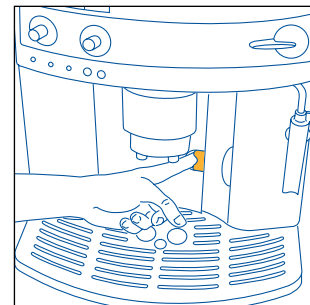
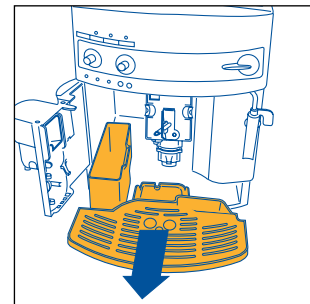

Fig. 15
Fig. 16
OPMERKING 7: het apparaat telt de hoeveelheid gezette kopjes koffie. Na elke 14 gewone kopjes (of 7 dubbele), brandt het controlelampje  continu hoofdstuk (12 – punt 3) om aan te geven dat het bakje voor koffiedik vol is. Maak het bakje leeg en reinig het. Zolang het bakje voor koffiedik niet wordt gereinigd, blijft het controlelampje branden en kan geen koffie worden gezet. Voor de reiniging, open het dienststukje vooraan door aan het handvat te trekken (fig. 15); het controlelampje  knippert (zie par. 12 punt 9); verwijder nu het druijbakje (fig. 16), leeg en reinig het. Maak het bakje voor koffiedik leeg en reinig het, door alle restjes die zich op de bodem hebben afgezet zorgvuldig te verwijderen. Droog ook eventuele druppels condensvocht af aan de binnenkant van het apparaat en onder het druijbakje.
- open het dienstluikje (fig. 15);
- verwijder het druiptakje en het bakje voor koffiedik (fig. 16) en was deze;